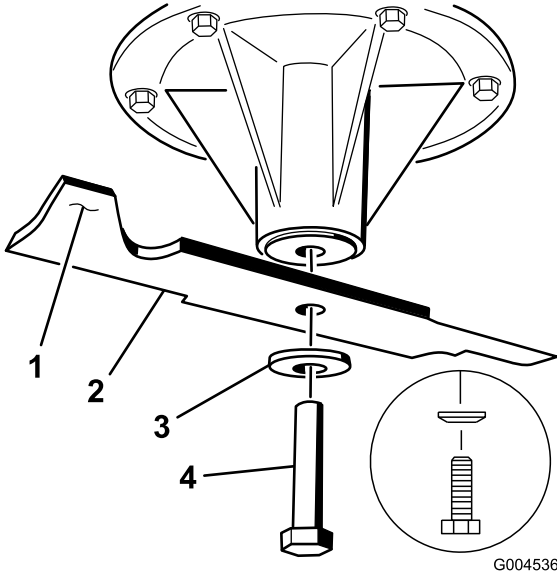

Figure 95
2. Enlevez de l'axe, le boulon, la rondelle bombée et la lame (Figure 95).
3. Si la lame est déséquilibrée, limez un peu l'extrémité de la partie relevée seulement (Figure 95).